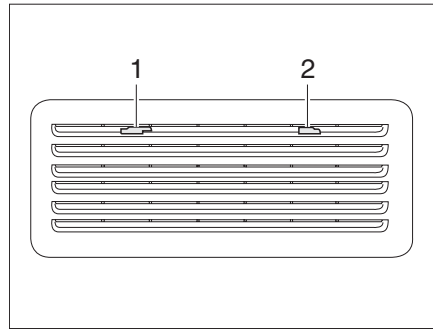

Fig. 266 Grille d'aération du réfrigérateur (Thetford)
- Pousser le dispositif de blocage (Fig. 266,1) vers le milieu.